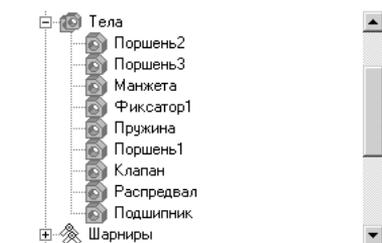

Рис. 2.9. Раскрытый пункт **Тела в Дереве элементов** после конвертации сборки **Кулачок – Клапан**
- щелкните в **Списке элементов** по знаку плюс \oplus перед пунктом **Тела**. Раскроется пункт и появятся тела сборки **Кулачок – Клапан**, см. рис. 2.9.